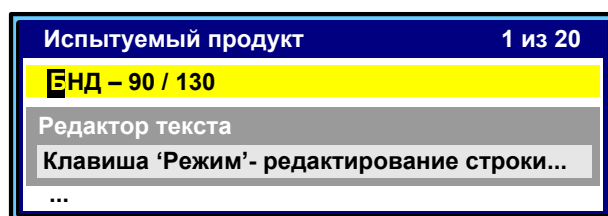

Рисунок 26 – Режим редактирования строки
4.10.2.3 Если в списке названий отсутствует необходимое, выбрать любую строку (например, «БНД – 90 / 130») и нажать клавишу «Режим». При этом аппарат переходит в режим редактирования строки (см. рисунок 26).